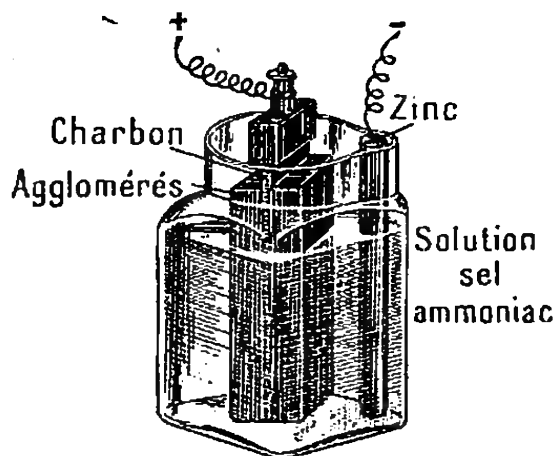

Fig. 552. — Élément de la pile Leclanché.
6. Usages des piles. — On utilise les piles pour actionner les *sonneries électriques* (pile Leclanché, fig. 552), le *télégraphe* et le *téléphone*, pour la *galvanoplastie*, la *dorure*, l'*argenture*, etc. ; on les emploie aussi en *médecine*. — Lorsqu'on rapproche et qu'on sépare successivement les extrémités des fils qui partent des deux pôles d'une pile, on obtient de petites étincelles. En associant un certain nombre de piles, on